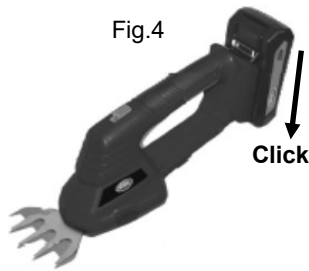

Fig.4
4. Empuje la batería en el soporte de batería provisto hasta que escuche el clic del pestillo en su posición. (Fig. 4)